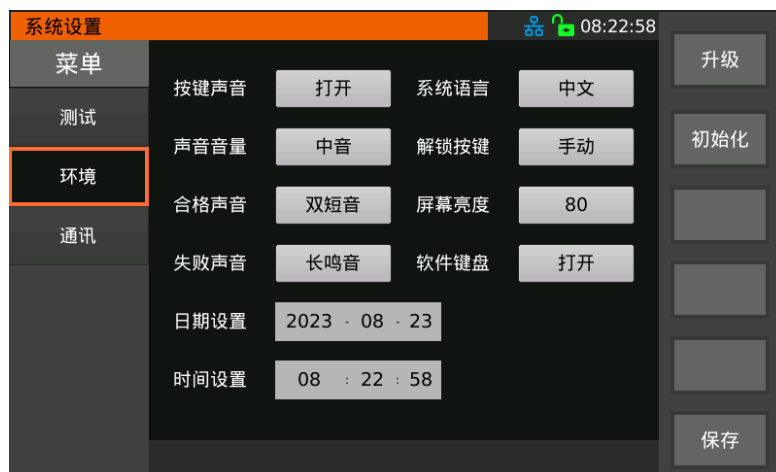

图 3-8 系统环境参数设置
- 2、 通过【▲】、【▼】方向键或旋钮或直接触摸屏幕选择进入图 3-8 所示的环境相关的系统设置界面。
系统设置中环境相关参数设置如图 3-8 所示: